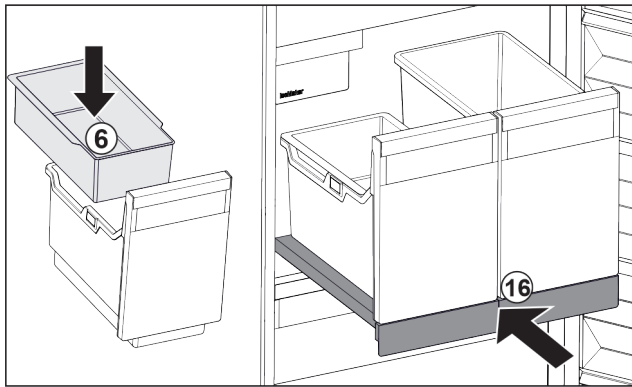

Fig. 107
- ▶ Inserire la vaschetta da agganciare Fig. 107 (6) per i cubetti di ghiaccio.
- ▶ Inserire il ripiano estraibile con il contenitore (IceTower). Fig. 107 (16)